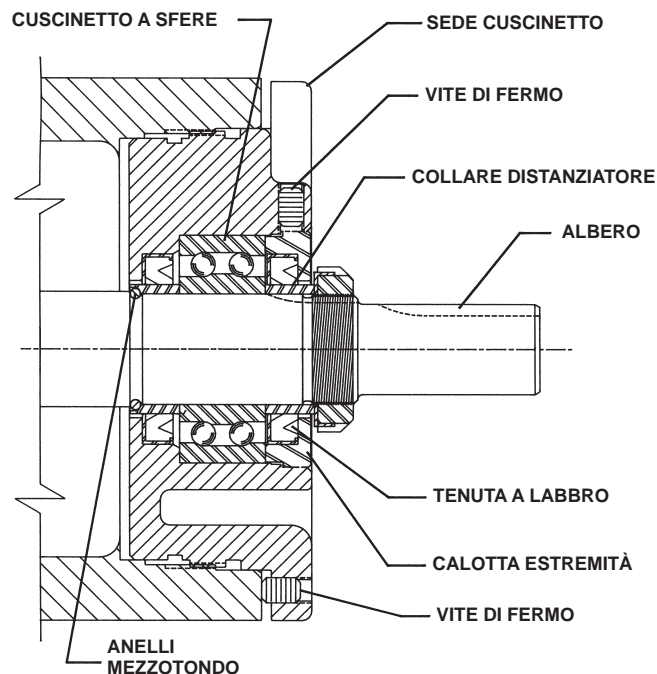

FIGURA 10
4. Allentare due viti di fermo sulla parte frontale della sede del cuscinetto e rimuovere il gruppo della sede dei cuscinetti dalla staffa. **Vedere la figura 10.**